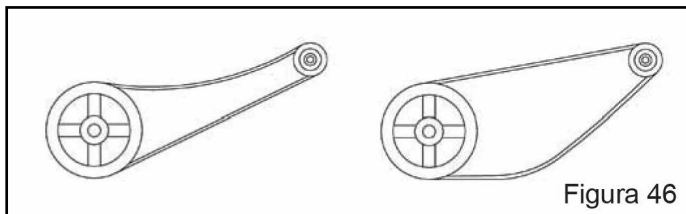

Figura 46
- d) Após montadas as correias e antes de tencioná-la corretamente, faça-as girar manualmente na instalação, de modo que o lado bambo de todas as correias fique para cima ou para baixo conforme Figura 46.